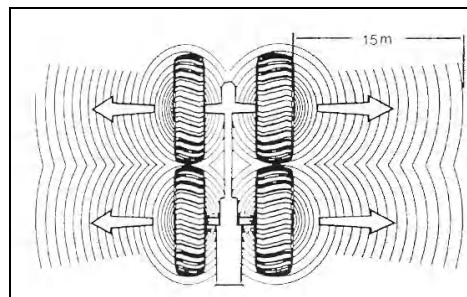

图 1-46
- ✧ 不要靠近受热的轮胎。保持一个最小的距离（至少 15 米）。（图 1-46）站在阴影区域以外。